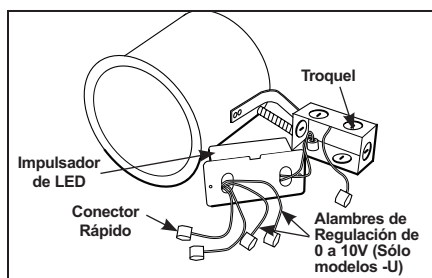

Figura 5
**Paso 2.** Quite la tapa de la caja de empalmes. Quite el/los troquel(es) apropiados para acomodar el tipo de suministro eléctrico que se está usando. (Figura 5)
**Paso 3.** Pele el alambre de suministro 3/8" e inserte cada alambre de suministro en el conector correspondiente. Conecte el alambre negro del accesorio al caliente, el alambre blanco del accesorio al neutral y el alambre verde del accesorio a tierra. (Figura 5).
**Paso 4.** Abra la caja de empalmes para acceder al cableado. (Figura 5)